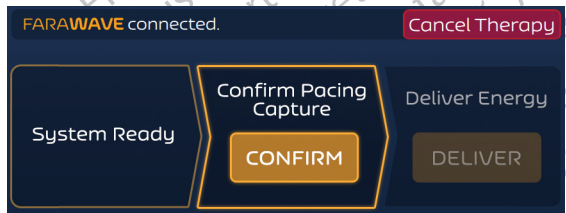

Figura 15. Ecranul Terapie – Modul sincron – Confirmare ritm stimulare
4. După activarea ritmului de stimulare și confirmarea capturii, apăsați butonul PREPARE (Pregătire) pentru a inițializa generatorul FARASTAR PFA. După finalizarea pregătirii, butonul CONFIRM Pacing Capture (Captură CONFIRMARE ritm stimulare) va fi activat (a se vedea Figura 15).